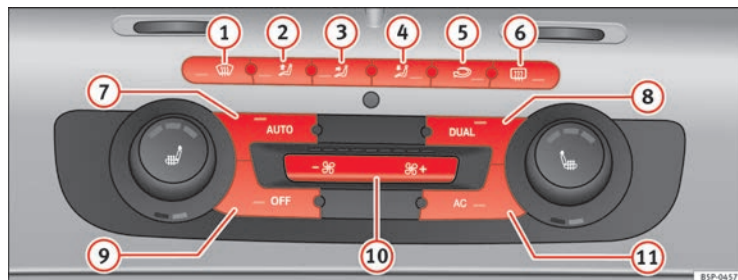

Fig. 114 Comandos do 2C-Climatronic no painel de instrumentos.
- Para activar o modo manual premir um dos botões do ⇒ página 158, fig. 114 (1) ao (5), ou premir os botões do ventilador (10). A função seleccionada aparecerá no visor do rádio ou do navegador.
- Premir o botão  ⇒ **página 158, fig. 114 ②**, para ligar e desligar o modo de recirculação do ar. Está ligada se no visor é apresentado o símbolo .